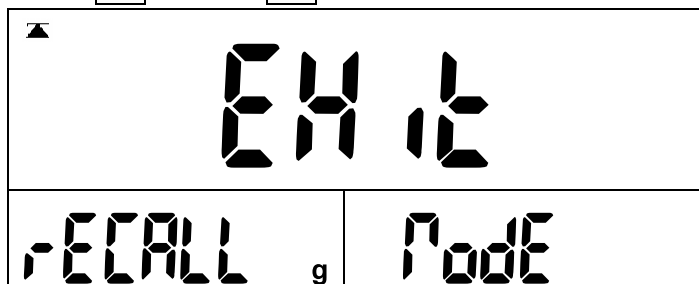

图 45
- 注：① 在有皮重、有调用存储数据、有累加时不能转换单位；
② 在有调用存储数据时，单位转换要退出调用模式。显示如（图 45）；